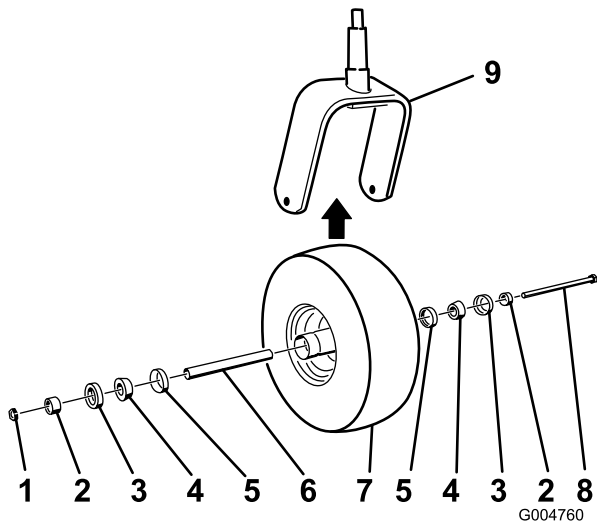

Bild 53
2. Entfernen Sie die Sicherungsmutter von der Schraube, mit der das Laufrad an der Gabel befestigt ist (Bild 53).
- Montieren Sie das Laufrad, indem Sie die konischen Lager und Dichtungen, die mit Schmiermittel gefüllt sind, in die Radnabe drücken, siehe Bild 53 für die Positionierung.